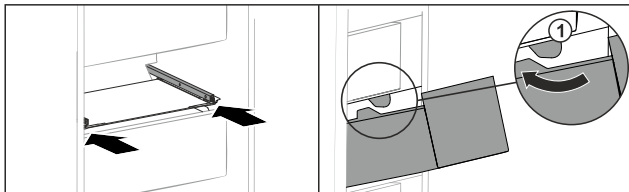

Fig. 146
- ▶ Прокарайте чекмеджето около ограничителите Fig. 146 (1).